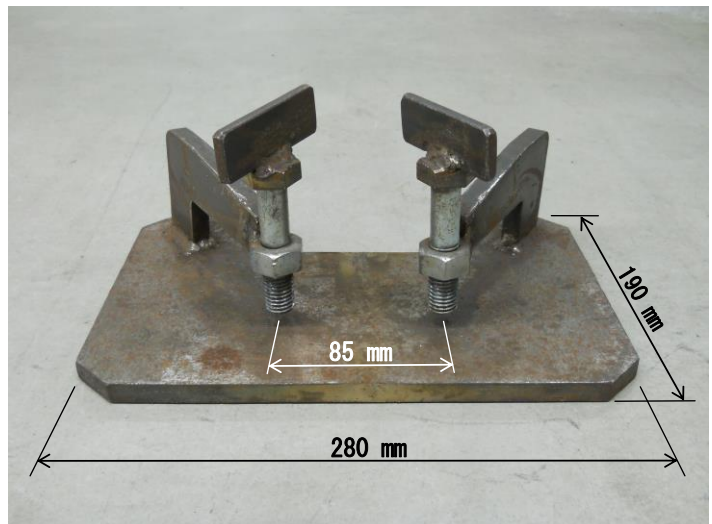
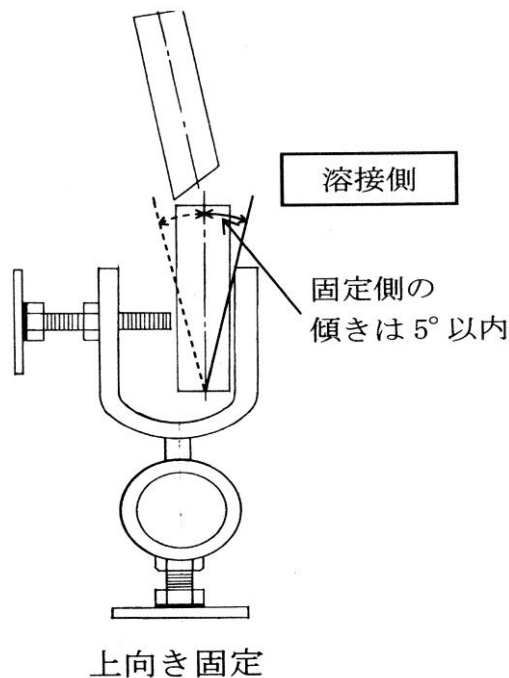

図1 仮付け用ジグ
図2 競技材の固定要領（注：図は厚板の例）
- (1) 共通 競技材、作業台、仮付け用ジグ（**図 1 参照**）、競技材固定ジグ（**図 2 参照**）、工具類（チップングハンマ、ハンマ、ニッパ、やすり、ワイヤブラシ、たがね、紙ヤスリ）、腰かけ、競技材運搬具、電流調整用すて金、残棒入れ
- (2) 半自動溶接
- (1) 競技は、厚板の部及び中板の部ごとに表 1、別図 1 及びその溶接条件に従ってアーク溶接又は半自動溶接を行う。
- (2) 競技時間は、開先部の加工仕上げから競技材提出及び競技場の清掃までの時間をいう。
- (1) 保護めがね(液晶式フィルタープレート付溶接用保護面を含む)及び防じんマスク(電動式を含む)を使用する。
- (2) 溶接用皮手袋、腕カバー、足カバー、前かけ(胸部及び下半身まで覆うもの)、作業帽及び安全靴を着用する。
- (3) 競技中に異常を発見した場合には、直ちに競技委員に申し出て、その指示に従うこと。
- (4) 工具箱の持ち込みは 1 個とすること。
- (5) 練習用試験板の持ち込みは禁止とする。
- (6) 仮付け用ジグは、主催者が準備したものをを使用すること(図 1 参照)。
- (7) 仮付け溶接の姿勢は自由とする。
- (8) アーク溶接の電流調整（ハンドル操作）は、ホルダーから溶接棒を外し、ホルダー立てにかけた状態で行う。
- (9) 溶接の層数，棒の種類，棒径，使用量及び溶接方向（ただし1パスの溶接方向は同じ）は自由とする。
- (10) 溶接作業において，始点及び終点を一括して化粧仕上げを行うのではなく，1パス毎に始点及び終点の処理を行うこと。
- (11) 作業台の清掃，スパッタ除去及び床の清掃は競技時間内に行う。
- (12) 半自動溶接においては，競技時間内にノズルの清掃も行う。なお，競技前にノズルクリーナーを使用してもよい。
- (13) 競技細則に違反する等で，不適當な行為があったと競技委員が認めるときは，審査委員会において失格とすることがある。
- (14) 競技時間/制限時間を厳守のこと。
4. 競技材の競技材固定ジグへの取付けは、上向き固定（厚板にあつては開先加工のない側が下側）とし、競技材固定ジグのねじ部が溶接側と反対になるように固定すること（**図2**参照）。
(別図 1)